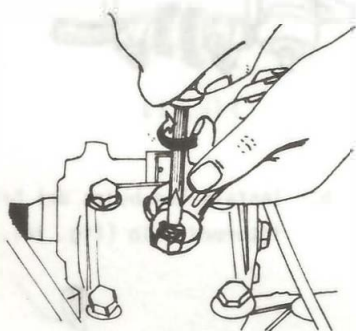

Fig. 12
PASO 5: Ajuste a la tolerancia indicada por el constructor entre el sector y el tornillo sin fin, mediante el tornillo de ajuste (fig. 12).